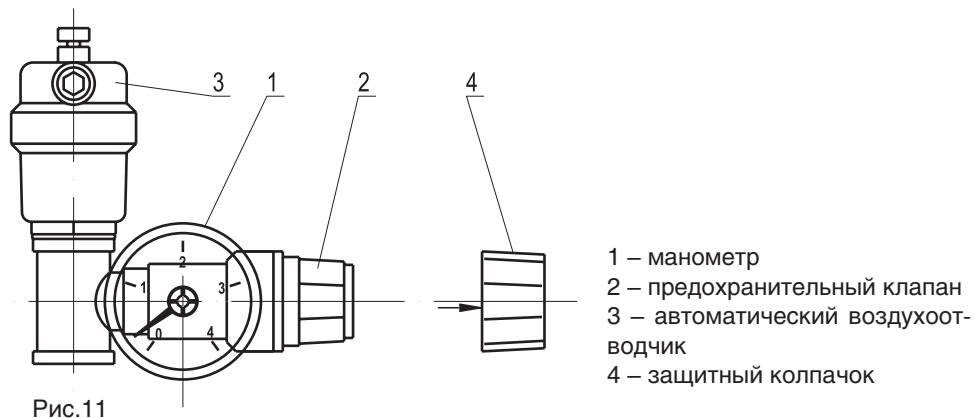

Рис.11
- Провести визуальный контроль целостности узлов входящих в состав предохранительной сборки **Рис.11**.
- Снять защитный колпачок (4), слегка потянув его по направлению стрелки.
- Повернуть рукоятку предохранительного клапана (2) против часовой стрелки до характерного щелчка, при этом стрелка манометра должна показать падение давления (отклониться влево). **Если падения давления не произошло, необходимо заменить предохранительный клапан.**
- Надеть защитный колпачок (4) на прежнее место.